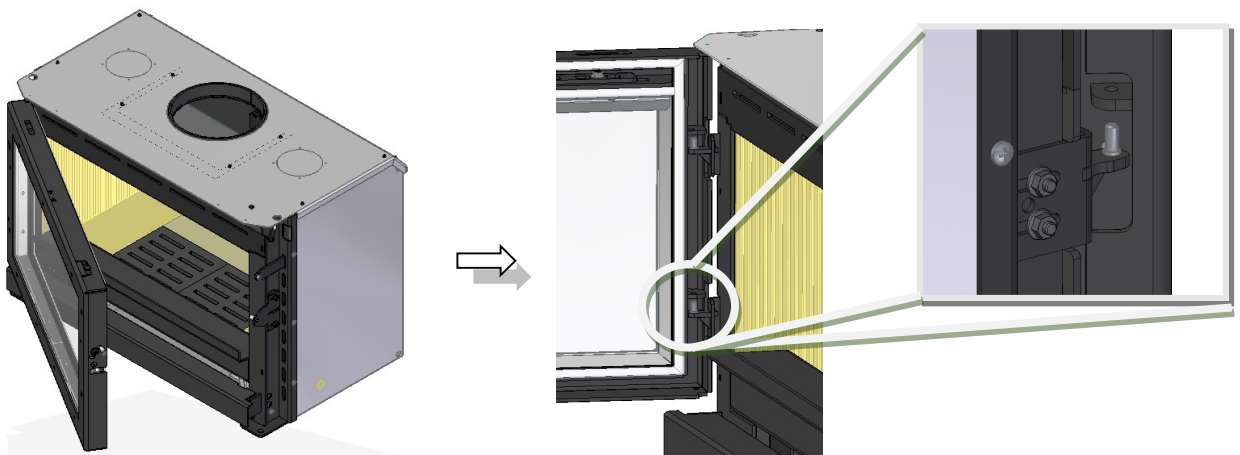
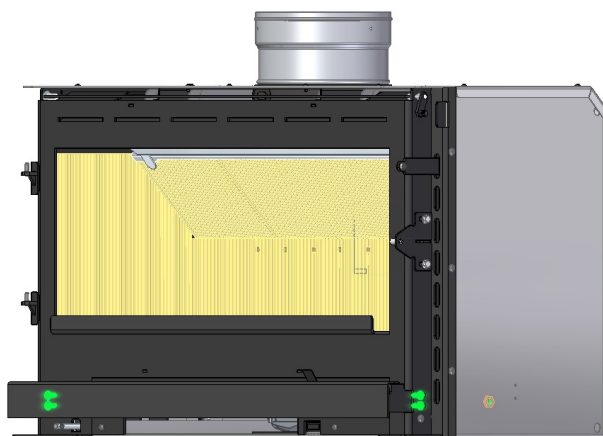

Figura 10 – Desenganche de la puerta de los soportes
Figura 11 – Desmontaje de la tapa inferior
9. Hay que tener en cuenta que cuando se coloca el equipo hay que quitar la puerta levantándola hacia arriba para poder quitar la puerta de los soportes, Figura 10. Si su equipo es una puerta de chapa, es aconsejable retirar también el panel inferior, aflojando los tornillos laterales como se muestra en la Figura 11. Si se trata de una unidad con puerta de cristal, no hay panel inferior.